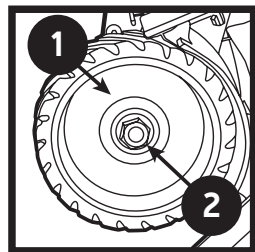

Figura 3
1. Abra la puerta de la cubierta de la rueda y quite la rueda de contacto con una llave de tubo de 15/16". (Figura 3)